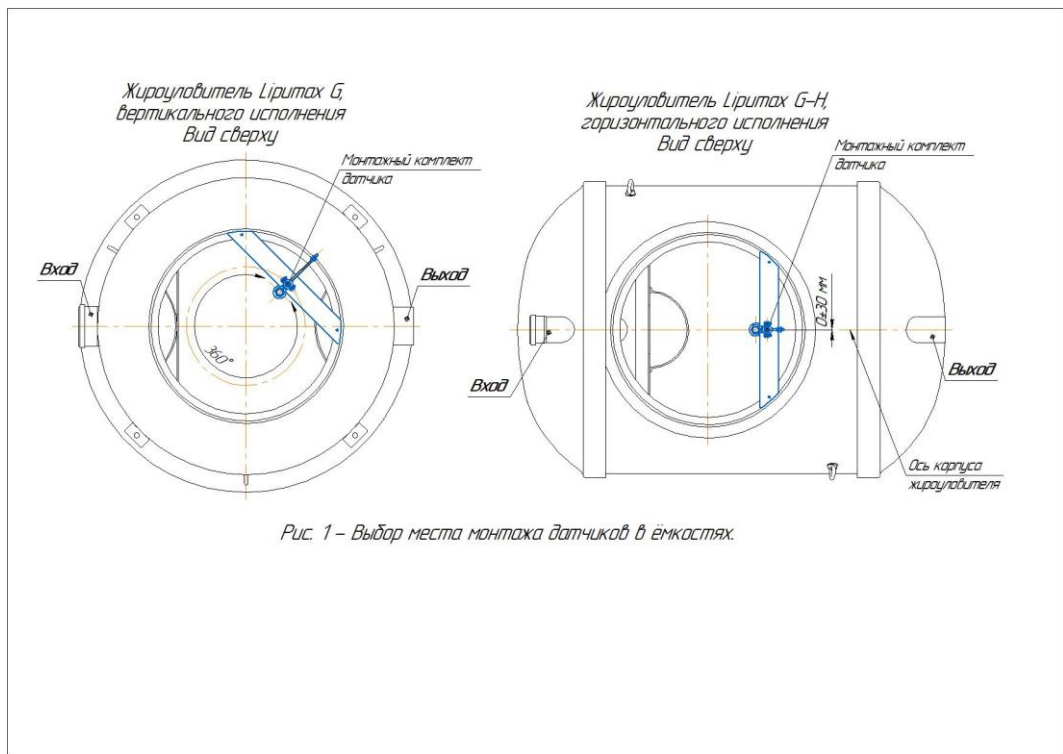

Рис. 1 – Выбор места монтажа датчиков в емкостях.
1) Выбрать место монтажа кронштейна (ориентацию в горловине) рис.1.